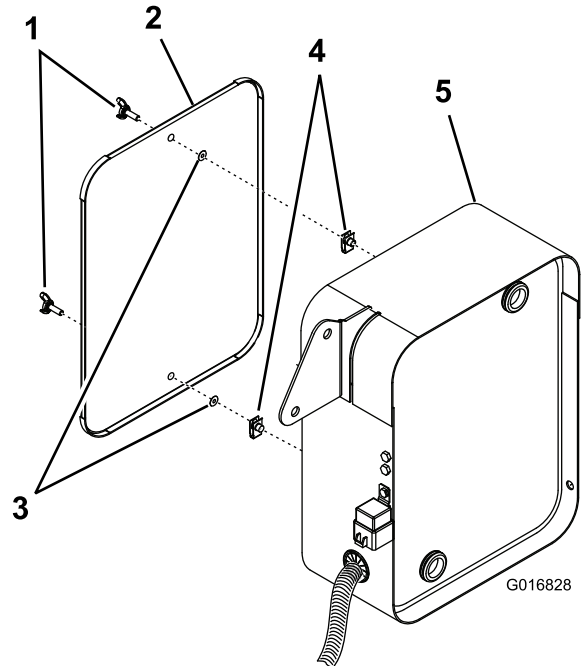

図 6
1. 各油圧ホースのうち、接続されていない端部を、それぞれ油圧ラインとマニホールドブロックに接続する（図 6）。
5. オイルクーラサポートに、スクリーンを取り付ける；蝶ねじ2本、リテーナナット2個、クリップ2本を使用する（図 6）。